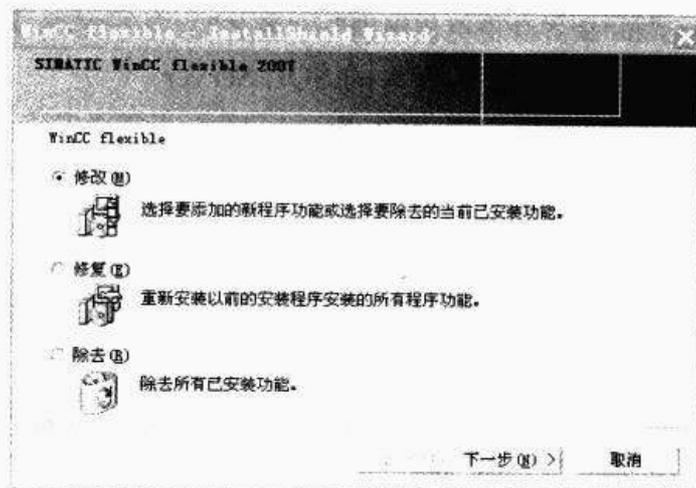

图 2-9 卸载 WinCC flexible 2—选择卸载方式
② 选择卸载方式(如图 2-9 所示)。修改:用于除去或者添加 WinCC flexible 的某些组件。修复:完全重新安装。除去:卸载所有已经安装的 WinCC flexible 程序组件。选择卸载方式后,单击“下一步”按钮。